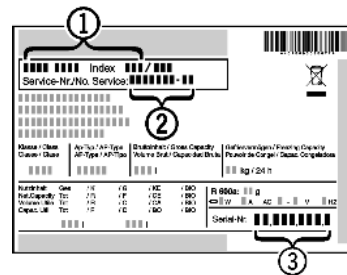

Fig. 20
- ▶ Aflæs skabets betegnelse *Fig. 20 (1)*, servicenummer *Fig. 20 (2)* og serienummer *Fig. 20 (3)* på typeskiltet. Typeskiltet befinder sig indvendigt i venstre side af skabet.